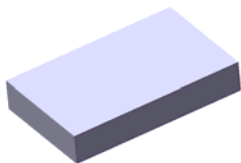
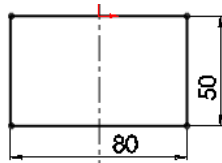

图 3.28.2 拉伸 1
图 3.28.3 横断面草图
Step2. 创建图 3.28.2 所示的基础特征——拉伸 1。选择下拉菜单 **插入(I)** → **凸台/基体(B)** → **拉伸(E)...** 命令（或单击“特征(F)”工具栏中的 按钮）；选取前视基准面作为草图基准面，绘制图 3.28.3 所示的横断面草图；在“凸台-拉伸”对话框 **方向1** 区域的下拉列表中选择 **给定深度** 选项，输入深度值 14.0；单击 按钮，完成拉伸 1 的创作。